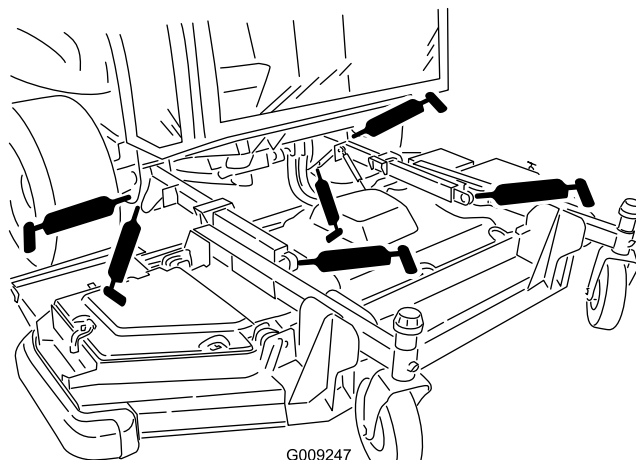

図 54
- ・ 昇降アームのブッシュ (2ヶ所) (図 54)
- ・ 昇降アームのボールジョイント (2ヶ所) (図 54)
- ・ 前デッキの昇降シリンダのピボット (2ヶ所) (図 54)